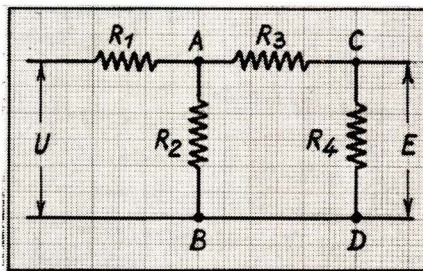

Fig. 2. — Schéma du double diviseur de tension.
**P 40.** — Le schéma de la figure 2 repré-